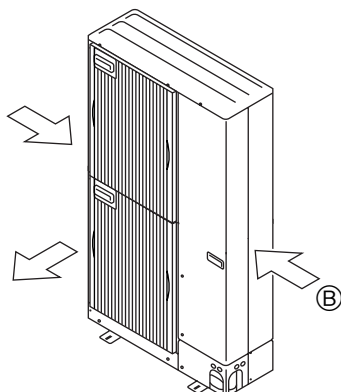

Fig. 3-4
③ Εγκαταστήστε τη μονάδα με τρόπο ώστε ο αέρας που βγαίνει από το στόμιο εξαγωγής να φυσά κάθετα σε σχέση με την κατεύθυνση του ανέμου, εάν αυτό είναι δυνατό. (Fig. 3-4)